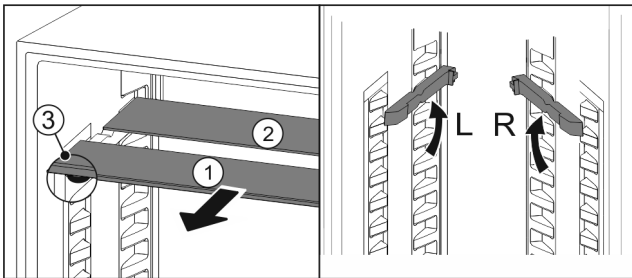

Fig. 157
- ▶ Glasplatten einzeln nach vorne herausziehen Fig. 157 (1).
- ▶ Glasplatte Fig. 157 (1) mit Zierleiste liegt vorne.
- ▶ Stopps Fig. 157 (3) zeigen nach unten.